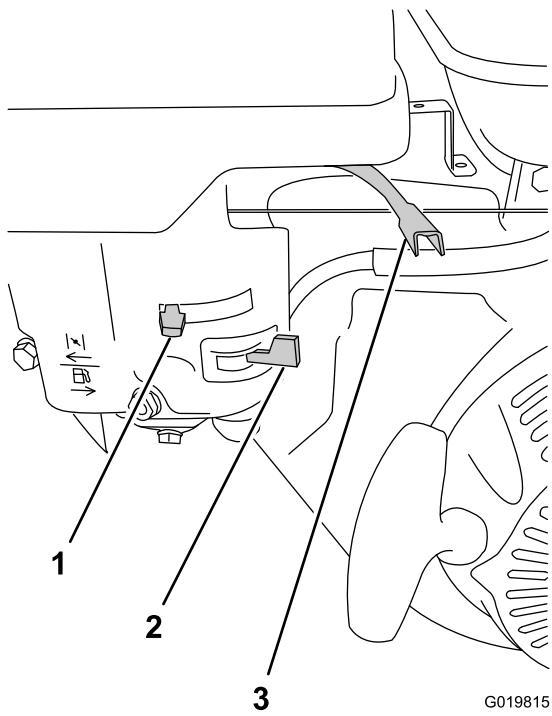
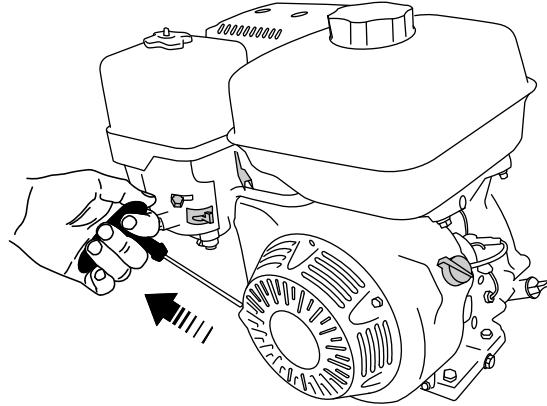

Figure 25
Figure 26
2. Sur le moteur, éloignez la commande d'accélérateur de la position MIN et déplacez-la du tiers de sa course vers la position MAX (Figure 25).
3. Déplacez le robinet d'arrivée de carburant complètement à droite en position OUVERTE (Figure 25).
- Pour démarrer le moteur à froid, déplacez la commande de starter complètement vers la gauche, en position FERMÉE (Figure 25).
5. Tournez la commande marche/arrêt du moteur en position MARCHE (ON).
6. Tirez légèrement sur la poignée du lanceur jusqu'à ce que vous sentiez une résistance, puis tirez vigoureusement. Relâchez lentement la poignée du lanceur (Figure 26).
1. Réglez la commande d'accélérateur en position BAS RÉGIME (tortue) (Figure 25).
3. Amenez le levier du robinet d'arrivée de carburant en position FERMÉE (Figure 25) et tournez la commande du moteur en position ARRÊT.